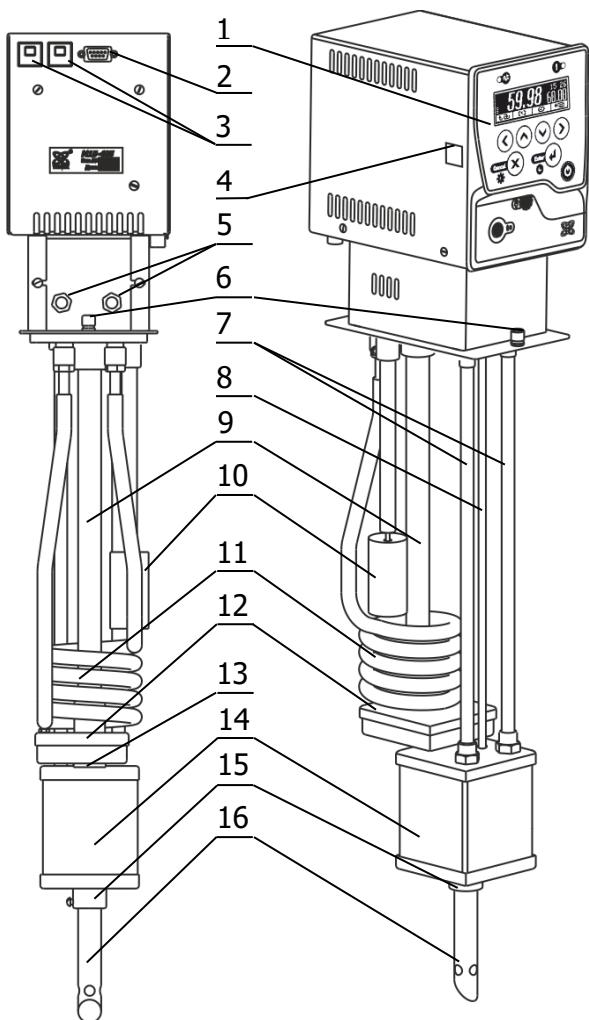

Рисунок 1 — Устройство блоков регулирования
1.4.2 Работа блоков регулирования заключается в поддержании заданной температуры потока теплоносителя, прокачиваемого насосом 12 через резервуар 14 (рисунок 1). Забор теплоносителя производится через отверстие 13 циркуляционного насоса, а выброс — через выходную трубку 16, установленную в патрубок 15.
Снижение температуры теплоносителя в терmostate, не оснащенном холодильной машиной, можно обеспечить дополнительным охлаждением с помощью теплообменника 11 (рисунок 1). Для этого штуцеры теплообменника 5 подключить к водопроводной сети или специальному холодильному устройству. Поток охлаждающей жидкости должен быть равномерным и, по возможности, небольшим.